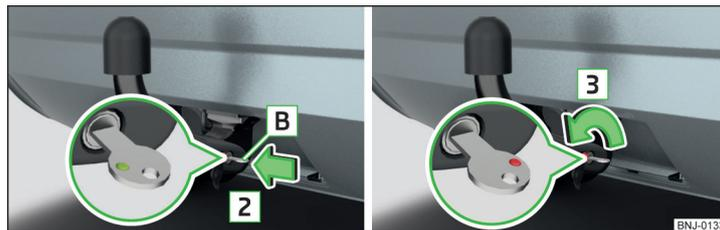

Fig. 159 Introducir la llave en la cerradura/ desbloquear el cierre
- Introdúzcala la llave **B** en la cerradura en el sentido de la flecha **2** de manera, que la marca muestra hacia arriba » fig. 159.